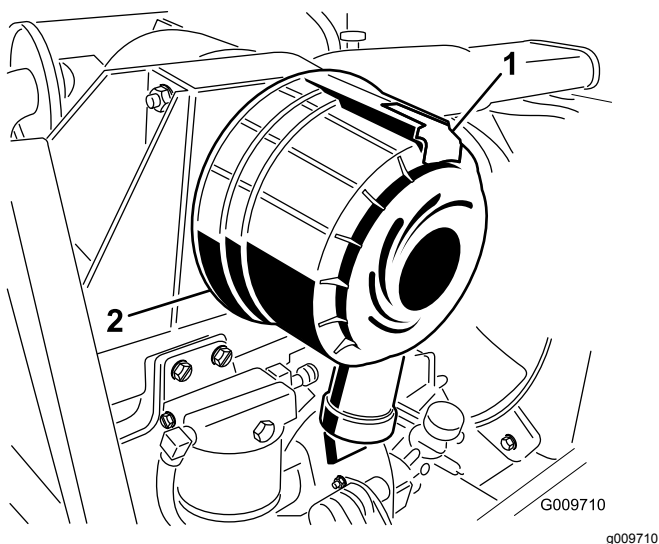

Figura 28
1. Tirate il fermo verso l'esterno e ruotate il coperchio del filtro in senso antiorario (Figura 28).